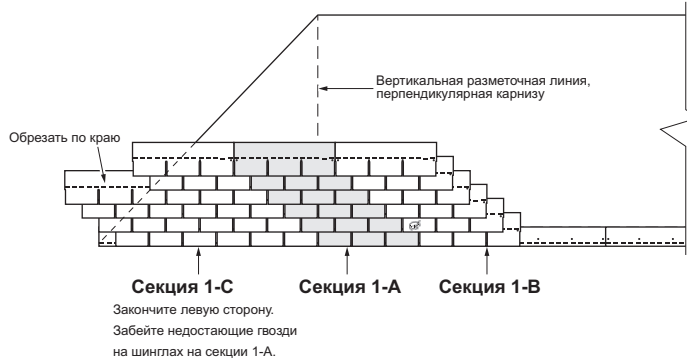

Рисунок 4. Завершение рядов кровли.
3. Установите по одному гонту кровли справа от каждого ряда секции 1-А, таким образом сформировав секцию 1-В. (Рисунок 4). Продолжайте до конца ската вправо.